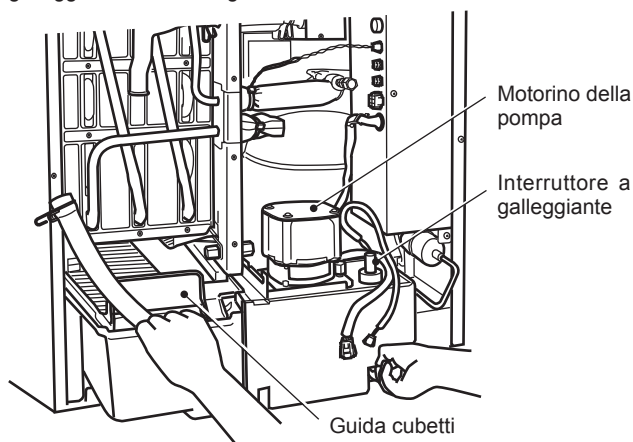

Fig. 3
- 6) Rimuovere il serbatoio dell'acqua, la guida cubetti, la staffa del motorino della pompa, il motorino della pompa e l'interruttore a galleggiante. Vedere Fig. 3.